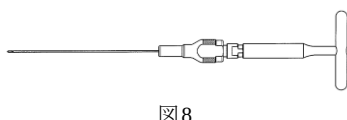

図8
- 8) 13ガイドピンの後端に13ガイドピンチャックを接続し確実に固定します。(図8) 13ガイドピンチャックの後端に、ガイドピンチャック用ソケットレンチを組み付けガイドピンを接続すると、確実に接続できます。